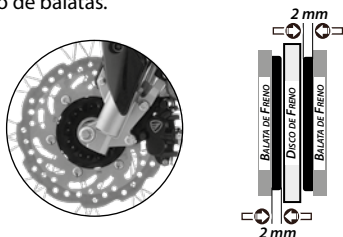

Imagen 23. Desgaste del freno delantero.
2. Revisar el nivel de desgaste de las balatas del freno delantero. Ver imagen 23.